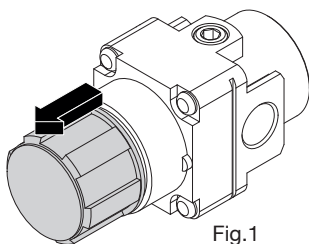

Fig.1
- 3. Jale la perilla del regulador para liberar el seguro.** Fig.1
2. Jale la perilla del regulador para liberar el seguro del regulador. Fig.1